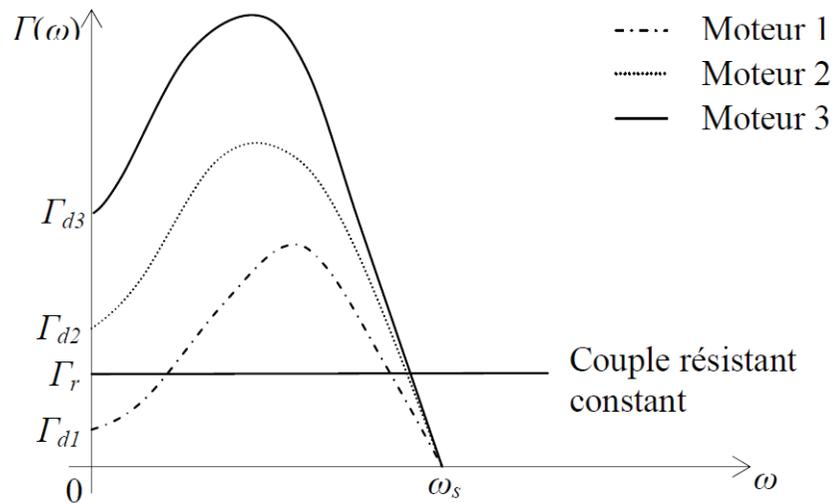

FIGURE 5 – comparaison de 3 moteurs
□ **Q 19** - On considère les courbes suivantes correspondant à trois moteurs différents (figure 5) reliés à la même charge exerçant un couple résistant Γ_r constant.